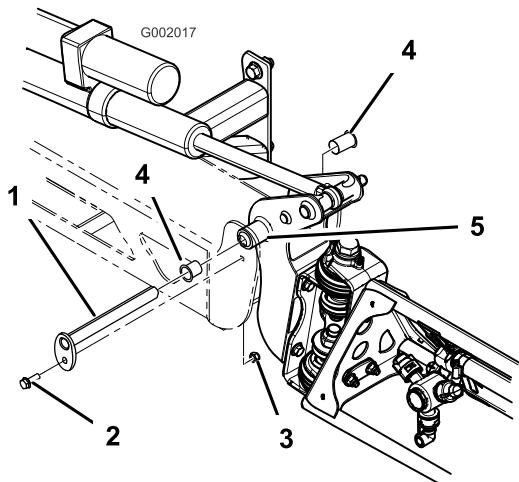

Figura 62
- Con el peso del brazo apoyado, retire el perno y la tuerca que fijan el pasador de giro al conjunto del brazo (Figura 62). Retire el pasador de pivote.
- Retire los casquillos de nylon desde delante y desde detrás del soporte del pivote e inspecciónelos (Figura 62). Sustituya cualquier casquillo dañado.
- Instale el conjunto de brazo y soporte del pivote en el bastidor central, alineando los orificios (Figura 62).